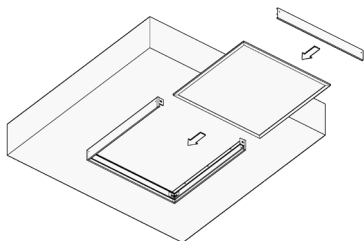
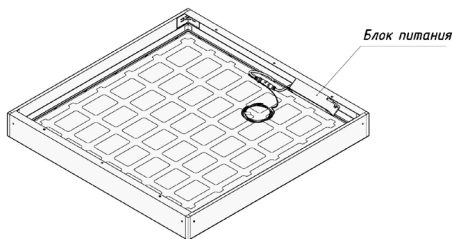

Рисунок 10 — Установка светильника в рамку.
Рисунок 11 — Правильное положение блока питания в рамке.
5.4.7. Установите светильник в рамку (рис.10). **Обратите внимание на правильное положение блока питания в рамке (рис.11).** Установите боковую крышку на место до щелчка.